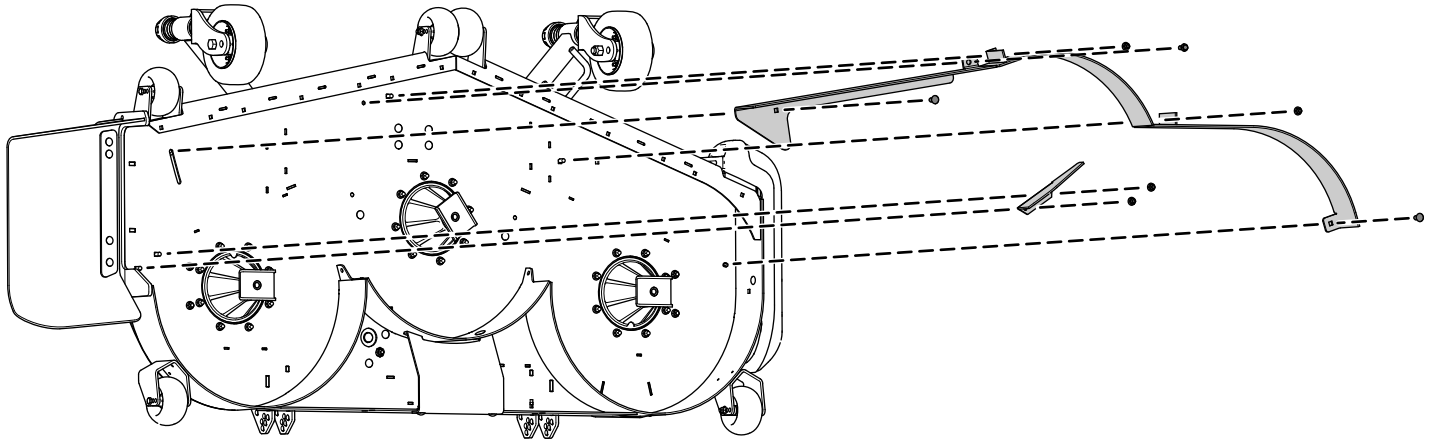

Bild 2
1. Entfernen Sie die beiden Bundmutter, mit denen die Ablenkbleche befestigt sind (Bild 2).
2. Entfernen Sie die beiden Schrauben und die beiden Muttern von dem einstellbaren Ablenkblech (Bild 2).
3. Entfernen Sie die drei Schrauben und drei Muttern, mit denen die Ablenkbleche befestigt sind (Bild 2).